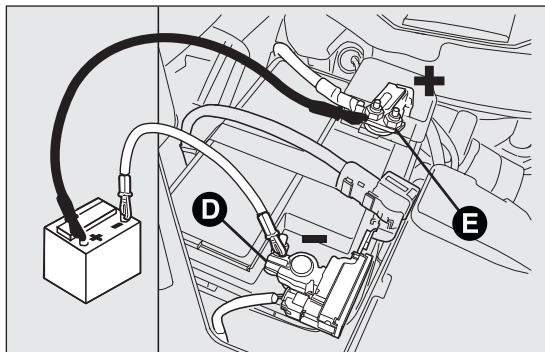

РИС. 148
- подсоединить положительный провод зарядного устройства к положительному зажиму аккумулятора Е РИС. 148, а отрицательный провод к клемме датчика D;